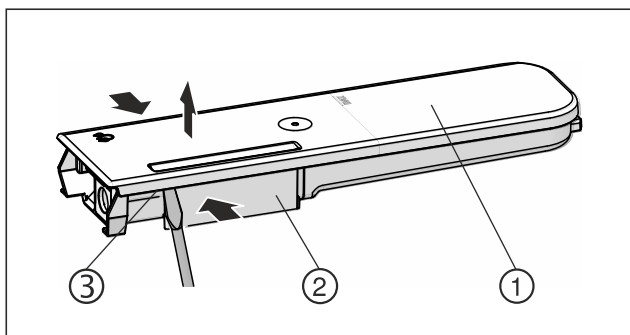

Fig. 146
- Tryck ihop vattenbehållaren Fig. 146 (2) och lyft locket Fig. 146 (1) försiktigt från fästet Fig. 146 (3) och dra upp det.
- Rör på locket Fig. 146 (1) något fram och tillbaka och ta bort det uppåt.